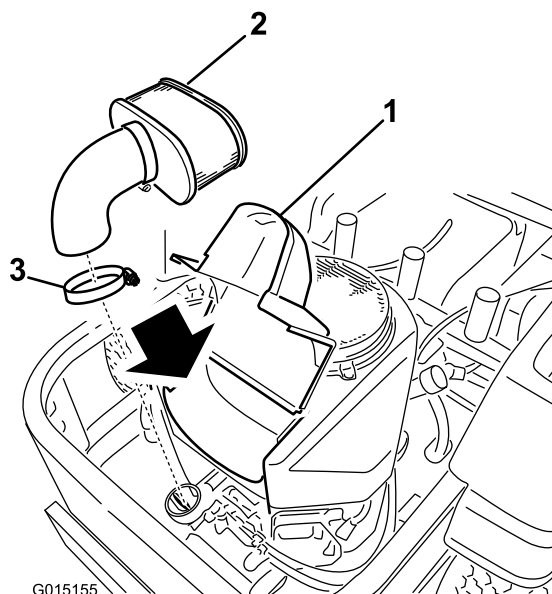

Figure 43
3. Nettoyez la surface autour du couvercle du filtre à air pour éviter que des impuretés ne s'introduisent dans le moteur et l'endommagent. Soulevez le couvercle et déposez le collier qui fixe l'ensemble filtre à air au moteur (Figure 43).
4. Desserrez le collier de flexible et retirez l'élément en papier (Figure 43).